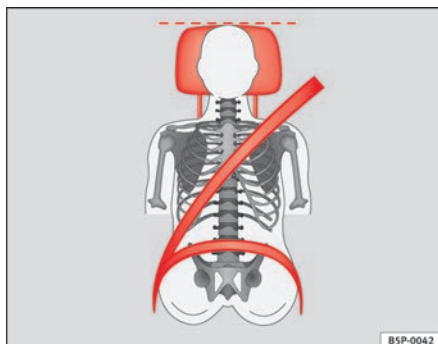
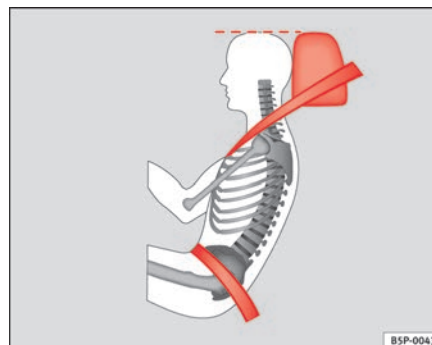

Abb. 88 Von vorne betrachtet: richtig eingestellte Kopfstütze und korrekter Gurtbandverlauf
Abb. 89 Von der Seite betrachtet: richtig eingestellte Kopfstütze und korrekter Gurtbandverlauf
- Stellen Sie die Kopfstützen so ein, dass sich die Oberkante der Kopfstütze möglichst auf einer Linie mit dem oberen Teil Ihres Kopfes, bzw. mindestens auf Augenhöhe befindet ⇒ Abb. 88 und ⇒ Abb. 89.